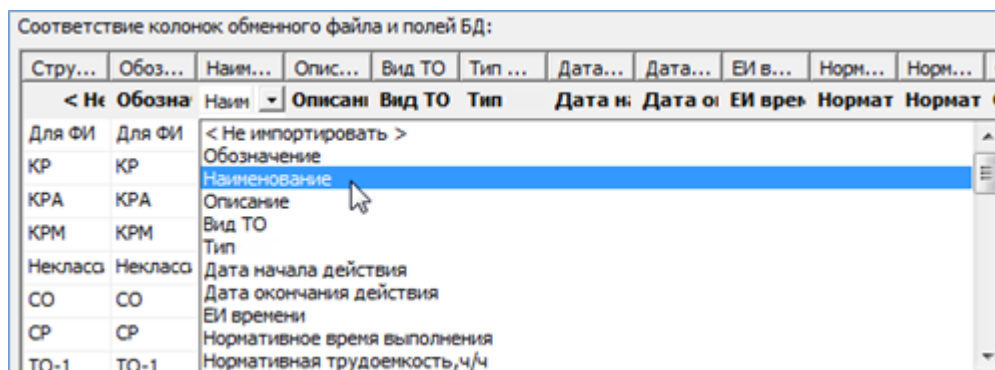

Рис. 17-30 – Установление вручную соответствия колонок в файле и полей БД
– В случае если соответствие между колонками в обменном файле и полями БД не удалось установить автоматически, задайте его вручную. Для этого раскрыть список полей БД, нажав кнопку в правой части ячейки в строке «Поле БД», и выбрать нужное значение (рис. 17-30).